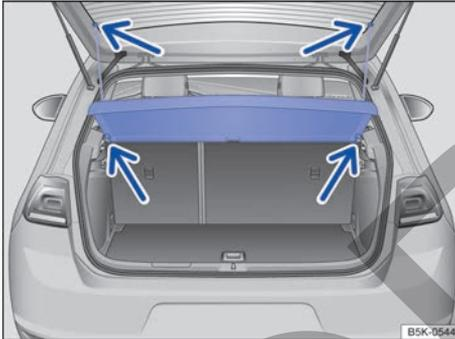

Fig. 155 En el maletero: desmontar y montar la cubierta.
- Desenganche las cintas de sujeción del portón del maletero → fig. 155 (flechas superiores).
- Desencaje la cubierta de los soportes laterales tirando de ella hacia arriba → fig. 155 (flechas inferiores).
- Encastre la cubierta en los soportes laterales desde arriba → fig. 155 (flechas inferiores).
- Enganche las cintas de sujeción en el portón del maletero → fig. 155 (flechas superiores).